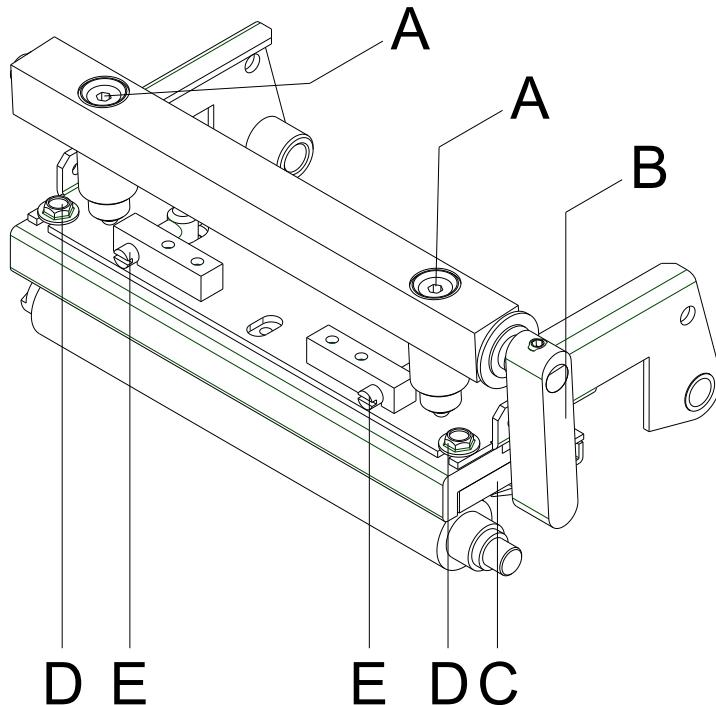

Abbildung 20
1. Schrauben (D, Abbildung 20) mit einem Sechskantschlüssel ca. $\frac{1}{4}$ Umdrehung lösen.
2. Parallelität mit den Stellschrauben (E, Abbildung 20) einstellen. Uhrzeigersinn = Druckkopfbewegung nach vorne
4. Schrauben (D, Abbildung 20) wieder anziehen.
1. Andruckschrauben (A, Abbildung 20) drehen, um den Druckkopfandruck zu verändern.
2. Drehen der Andruckschrauben (A, Abbildung 20) im Uhrzeigersinn ergibt eine Andruckerhöhung.
3. Drehen der Andruckschrauben (A, Abbildung 20) gegen den Uhrzeigersinn ergibt eine Andruckverringerung.